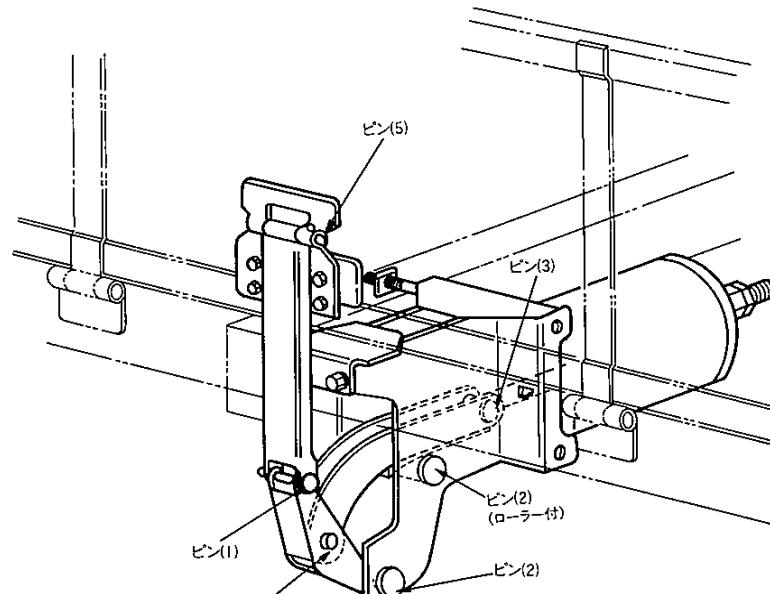

図5
3. 無給油式となっていますが、1~2ヶ月に一度アオリバランサーのピンやローラー(図5参照)に適量のマシン油(市販のもので結構です)を注油するとよりスムーズに作動し錆も防げます。
- (1)アオリ戸を閉じた状態で、強く内側へ引っ張られていたり外側に開かれていなか確認して下さい。
- (2)アオリ戸が水平の状態で、手を離してもバランスがとれているか確認して下さい。
- (3)アオリ戸を開けきった状態で、強く内側へ引っ張られたり外側へはね上がってないか確認して下さい。
6. 部品の確認をして下さい。ピンの抜け、スナップリングや割ピンの欠落がないことを確認して下さい(図5参照)。ピン(1)~ピン(4)は頭部の反対側に抜け防止のスナップリングまたは割ピンがついています(ピン(2)は2本あります)。ピン(5)はアオリプラケット上に小さな穴がありロールピンを打ち込んであります。